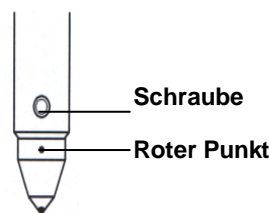

Abbildung 6-17 Einbau eines Eindringstempel
1. Führen Sie vorsichtig den Schaft des Eindringstempel in das Montageloch so, dass der rote Punkt zu Ihnen zeigt. Siehe Abbildung 6-17.